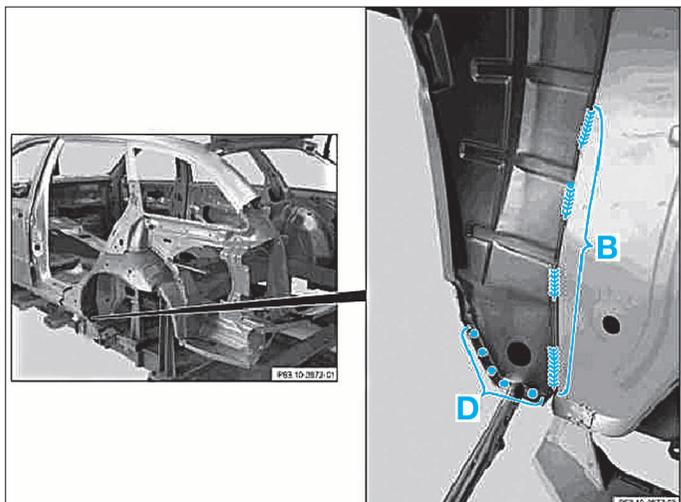

FIG. 111
- Souder par points bouchons zones (E), (F) et (H).
- Souder à la pointeuse électrique par résistance par points zone (D) (Fig.111).